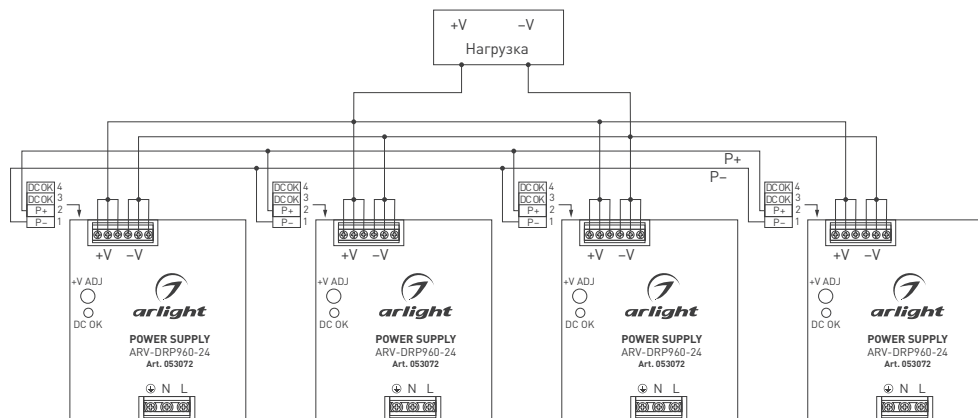

Рис. 1. Схема параллельного подключения источников питания
- При параллельном подключении источников питания необходимо объединять выходные клеммы **P+** и **P-** всех источников параллельно. Максимально допустимое количество одновременно подключаемых источников питания — 4 шт. (см. рис.1).